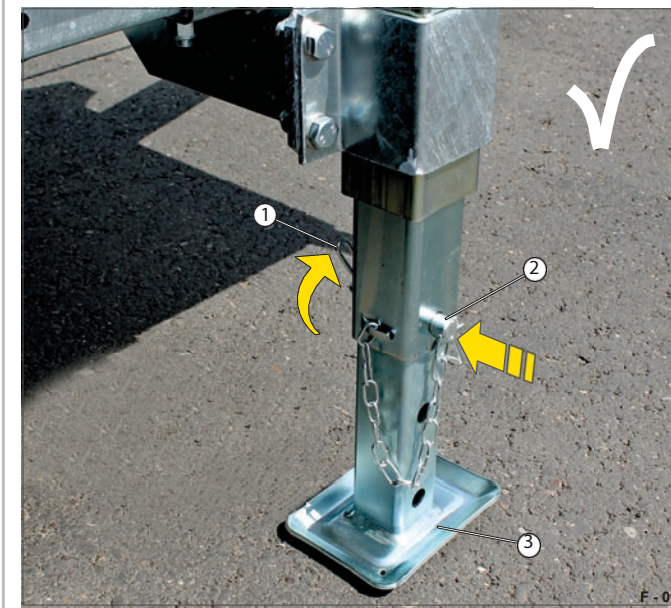

Fig. 16 Teleskopisk håndsvingstøtte i støtteposition
- Sæt stikket (Fig. 16/2) ind gennem perforeringen.
- Sikr stikket mod at falde ud - Drej beslaget (fig. 16/1) rundt, og sæt det på stikket.
- Indstil alle støtter til samme højde. Nivelleringsfoden (Fig. 16/3) er fastgjort.